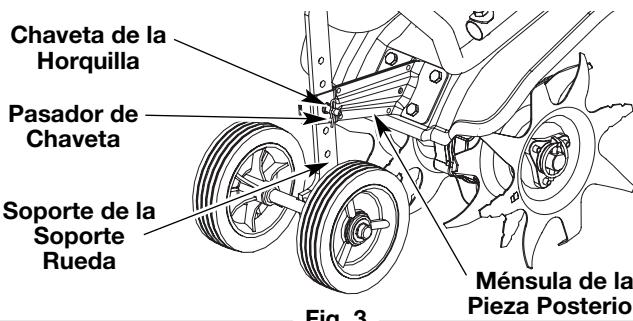

Fig. 3
- Extraiga la chaveta de retén de la chaveta de horquilla y deslice la chaveta hasta extraerla de la ménsula de la pieza posterior (Fig. 3).